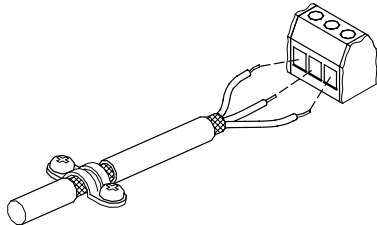

Рис. 6 Соединение оплетки и проводов экранированного кабеля с колодкой
- Экранирование кабелей должно выполняться подключением обоих концов кабельной оболочки на массу насоса. При экранировании кабелей следить за надежным соединением на массу. Торцев экранирующей оболочки должен находиться на минимально возможном удалении от соединительных зажимов, смотрите рис. 6.